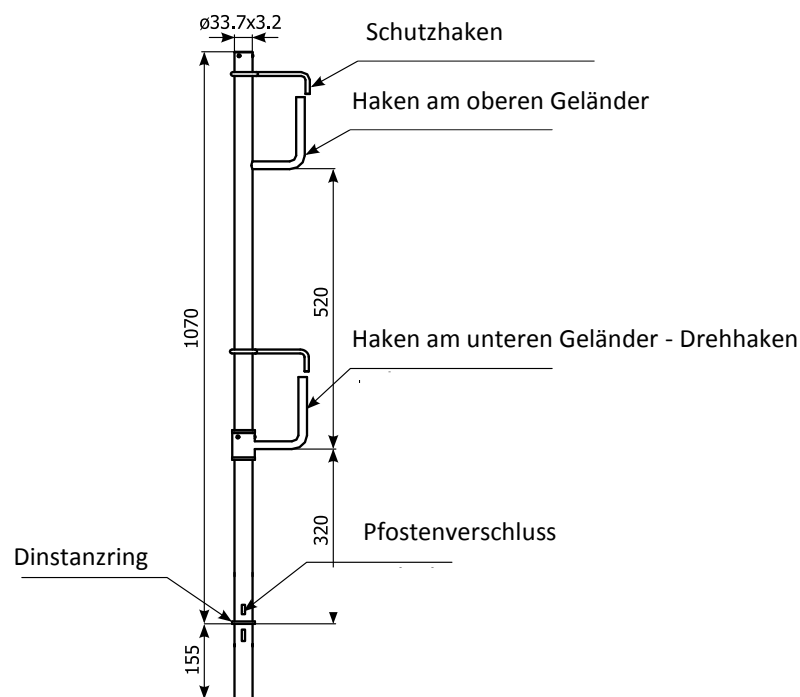

Abb. 1. Geländerpfosten
1.3.1. Geländerpfosten (Abb. 1)